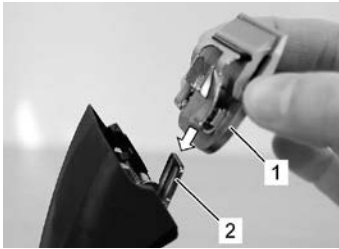

Fig. 14
6. Fest klippehodet på bladhengselet, og fold den inn på den påslåtte klippemaskinen med et lett trykk (Fig 14, 15, 16).